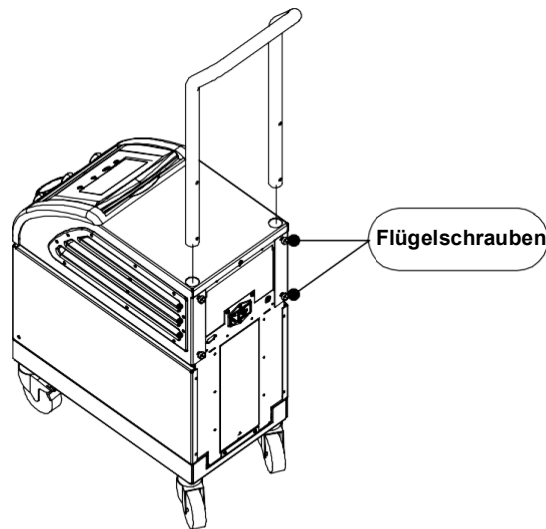

Abbildung 8: Montage des Griffs.
2. Schieben Sie die beiden Enden des Griffs in die Löcher der oberen Abdeckung (und achten Sie dabei auf die Ausrichtung des Griffs), bis der Griff vollständig eingesteckt ist (siehe Abbildung 8).